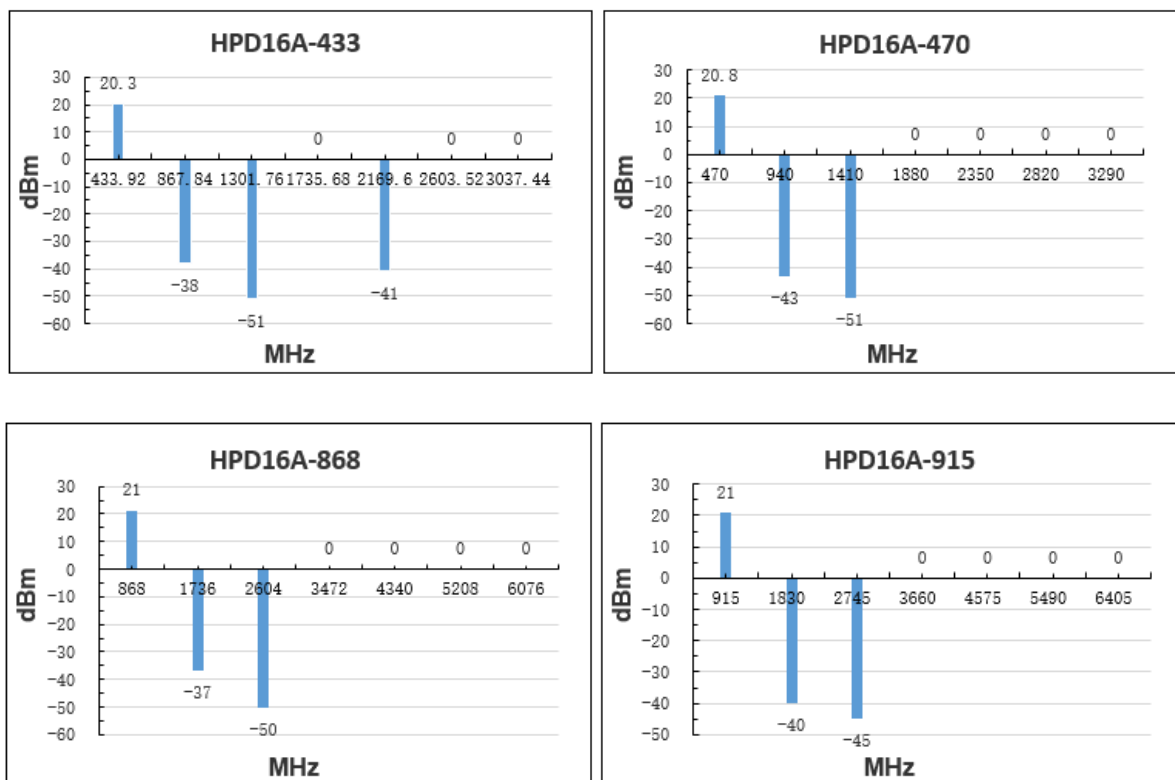

图 7
- 【5】、图 7 表达了在中心频率分别为 433.92/470/868/915MHz 情况下，2~6 次谐波大小，采用传导测试方法。